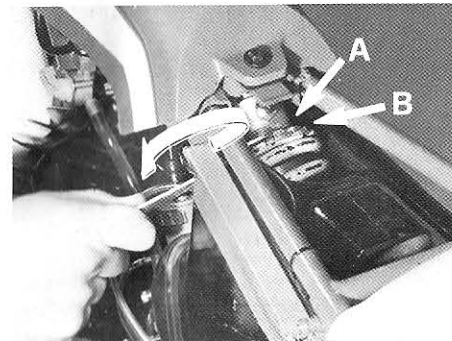

Fig. 30 - Mono-ammortizzatore.
- sbloccare la controghiera A ed avvitare la ghiera B fino a raggiungere la regolazione desiderata (Fig. 30).